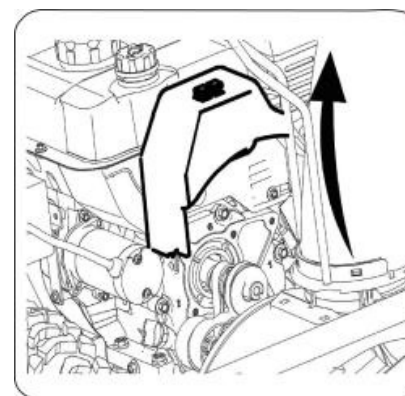

Рисунок 21
**ПРИМЕЧАНИЕ:** Слейте топливо из снегоуборщика или поместите пластик под вентиляционный клапан (см. рис. 21).